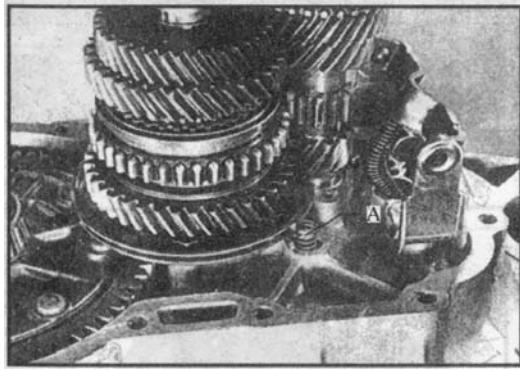

图 4-37 安装变速器 (六)
(6) 安装叉轴时, 注意将叉轴平衡弹簧放入离合器壳体的叉轴孔, 如图 4-37 所示。